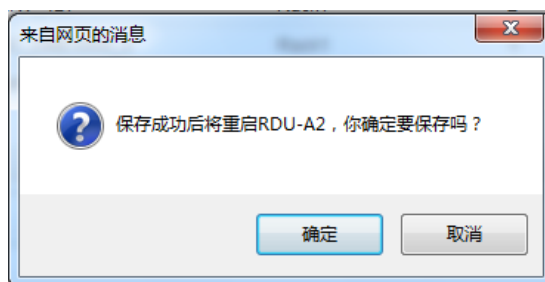

图3-54 提示信息 2
8) 点击**保存配置**按钮，弹出如图 3-54 所示信息：